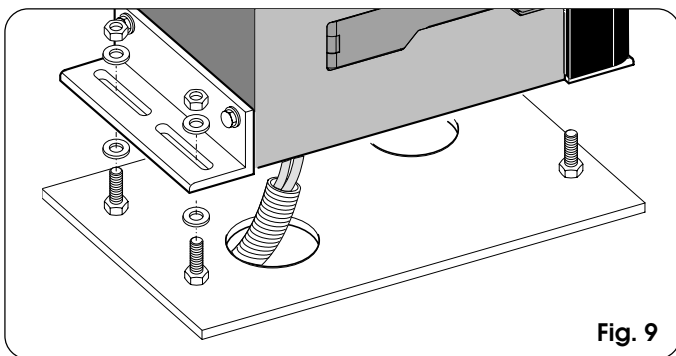

Fig. 9
- 3) Placer l'opérateur sur la plaque en utilisant les rondelles et les écrous fournis d'après la Fig.9.